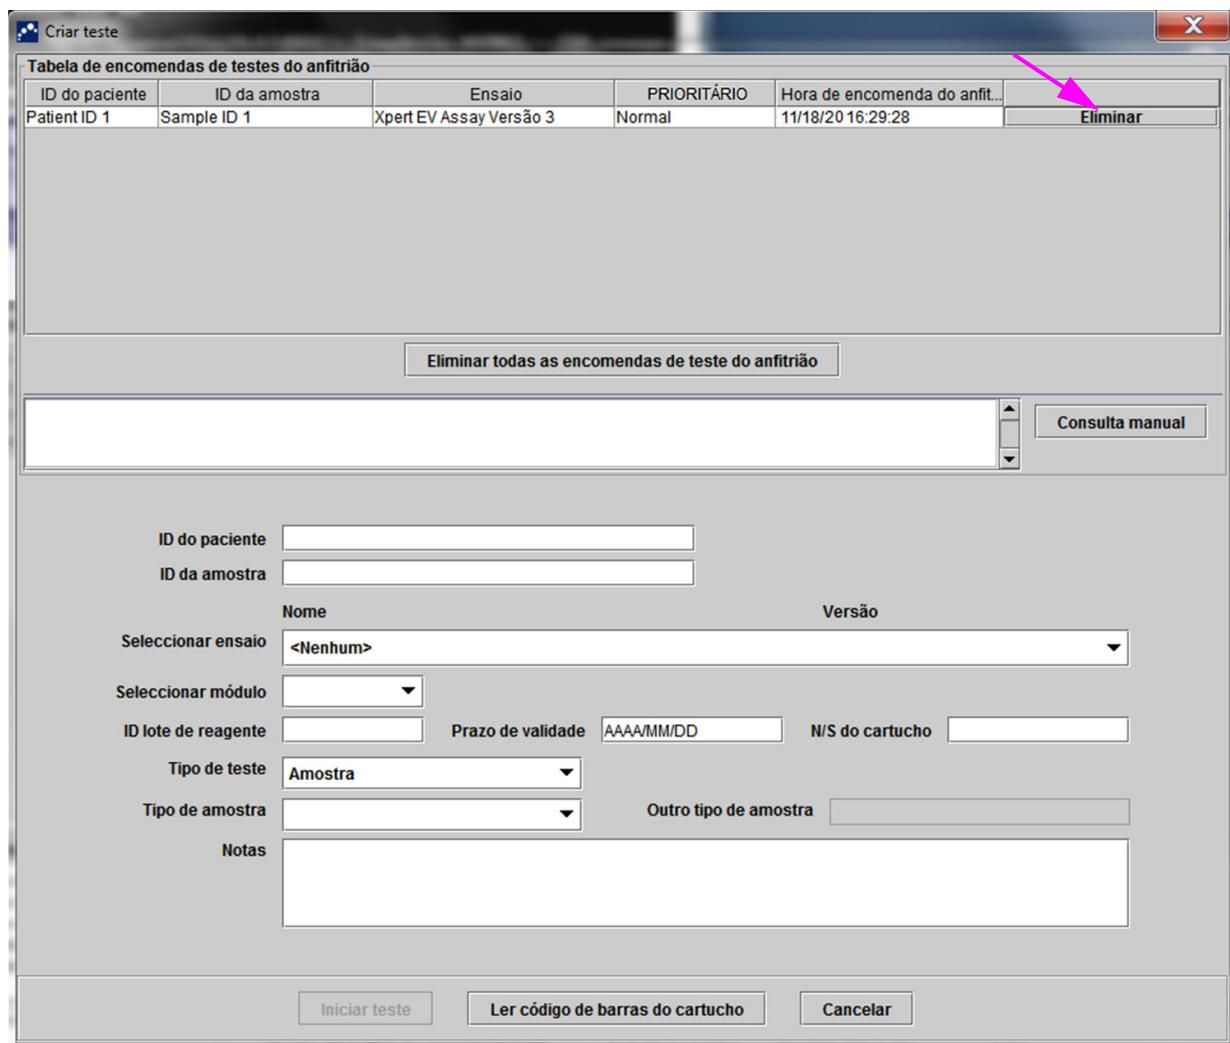

Figura 5-97. Eliminação de um pedido de teste transferido do anfitrião
2. Clique no botão **Eliminar** na mesma linha. Consulte a figura 5-97.